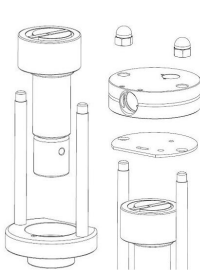

fig. 21
- Sollevare la testa della valvola e la camma a disco ed estrarre la pompa. (fig. 21)